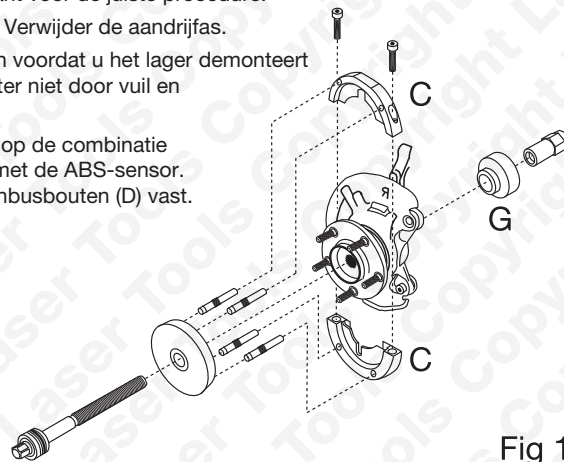
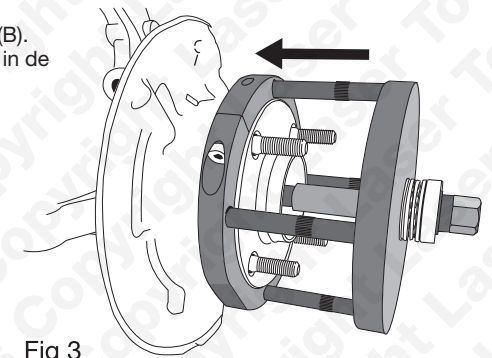
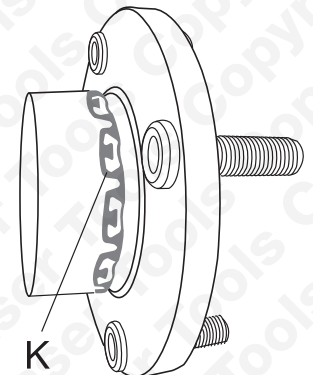

Fig 1
Fig 3
Fig 4
- Plaats de klampen voor demontage (C) op de combinatie lager/flens (afb. 1). Lijn de klampen uit met de ABS-sensor. Zet de klampen met de meegeleverde inbusbouten (D) vast.
- Bevestig de vier trekpenen (E) op de trekplaat (B). De trekpenen zitten met de rubberen O-ringen in de trekplaat vast.
- Plaats de adapter (G) van achteren op het uiteinde van de trekschroef. Let op dat de kraag naar de trekschroef gericht is, zie afb. 1.
- Zet het geheel met de trekmoer (F) vast. Let op dat het lange uiteinde met schroefdraad naar de trekschroef gericht is, zie afb. 1.
- Houd de trekmoer (F) met een 30 mm sleutel stevig vast en draai de trekschroef met een 22 mm dop en een hefboom of ratelhandgreep om de combinatie lager en flens los te trekken. (Gebruik geen persluchtgereedschap.)
- Zie afb. 3: Plaats de trekplaat met de trekpenen op de klampen en plaats de trekschroef in het gat in de trekplaat.
- Plaats de adapter (I) van achteren op het uiteinde van de trekschroef. Let op dat de adapter goed op de buitenrand achterop de naafhouder past.
- Houd de trekmoer (F) met een 30 mm sleutel stevig vast en draai de trekschroef met een 22 mm dop en een hefboom of ratelhandgreep om de combinatie lager en flens op zijn plaats te trekken. (Gebruik geen persluchtgereedschap.)
- Draai de trekschroef tot de combinatie lager en flens volledig gezet is. Controleer of de lipjes van de getande borgring (K) juist in de groef vallen. Zie afb. 4.